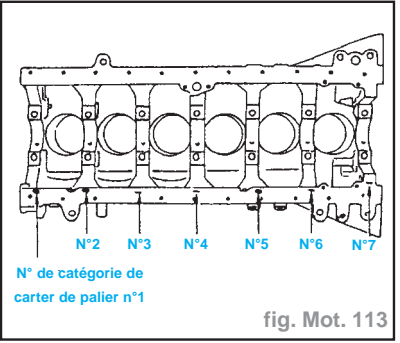

fig. Mot. 113
- Le numéro de catégorie de chaque tourillon principal du bloc-cylindres est poinçonné sur le bloc-cylindres correspondant. Ces numéros sont poinçonnés en chiffres arabes ou romains (fig. Mot. 113).